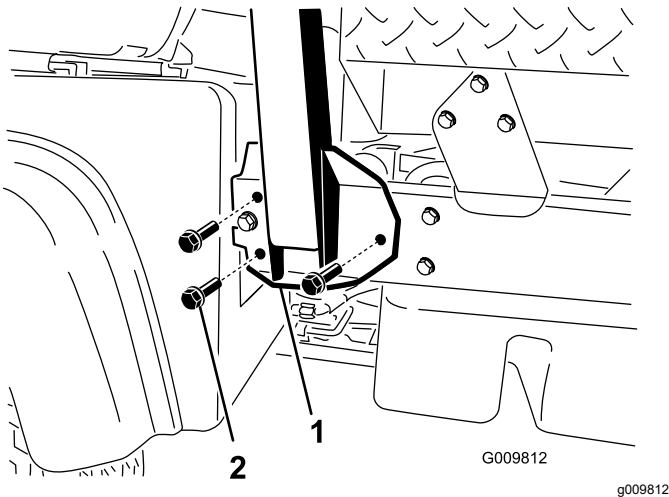

Figure 4
2. Placez chaque côté de l'arceau de sécurité en face des trous de montage de chaque côté du cadre de la machine (Figure 4).
3. Fixez le support de l'arceau de sécurité de chaque côté du cadre de la machine au moyen de 3 boulons à embase ($\frac{1}{2}$ x $1\frac{1}{4}$ po) (Figure 4).